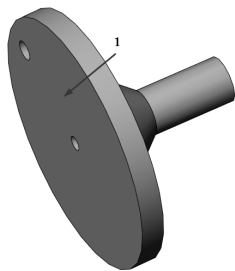

图 7-9 打开的文件实体
1) 设置基准面。用鼠标选择图 7-9 中所示的表面 1，然后单击“标准视图”工具栏中的（正视图）按钮，将该表面作为绘制图形的基准面。